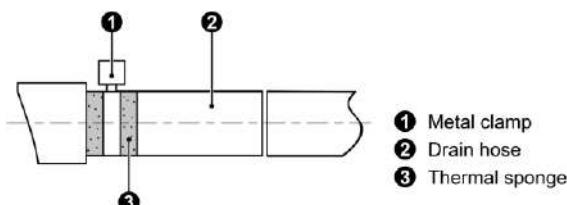

Fig. 4.3.2
- (1) Inserire il tubo flessibile di scarico nel foro di scarico e fissarlo con dei nastri, come illustrato nella Fig. 4.3.2
- (2) Serrare la fascetta stringitubo con una distanza tra dado e flessibile inferiore a 4 mm.